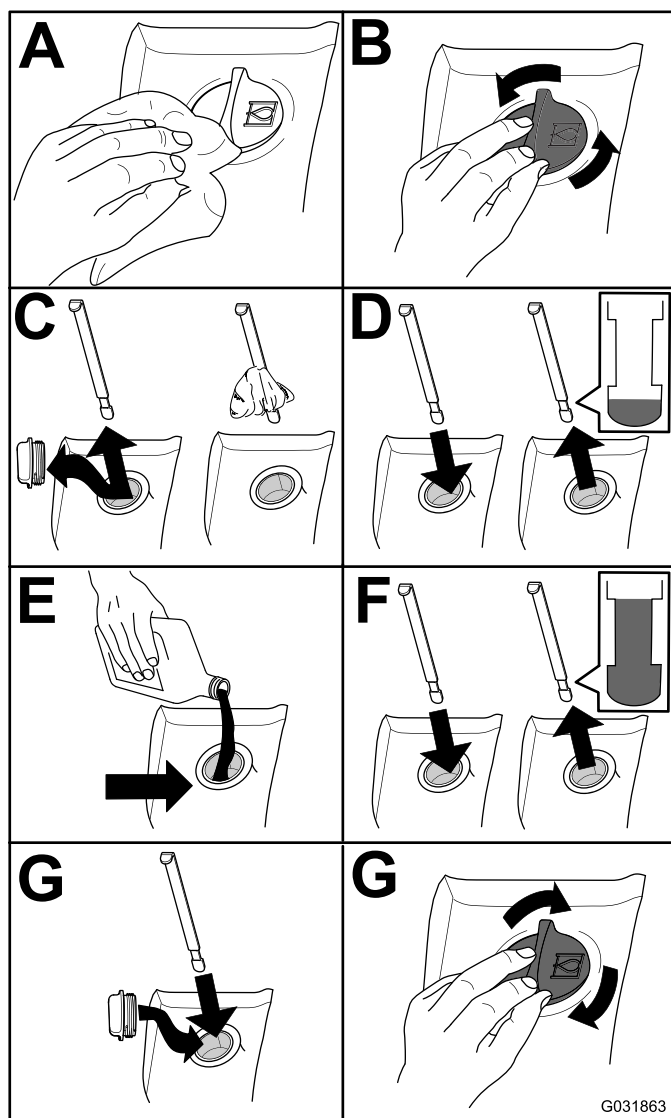

Figura 115
2. Controllate il livello del fluido idraulico (Figura 115).